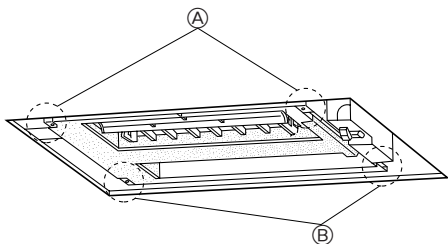

Fig. 5-2
5.2. Vor dem Installieren überprüfen (Fig. 5-2, 3)